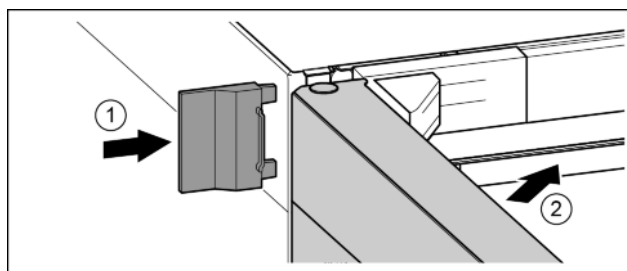

Fig. 23
- ▶ Wsunąć zewnętrzną osłonę. Fig. 23 (1)
- ▶ Zamknąć górne drzwi. Fig. 23 (2)